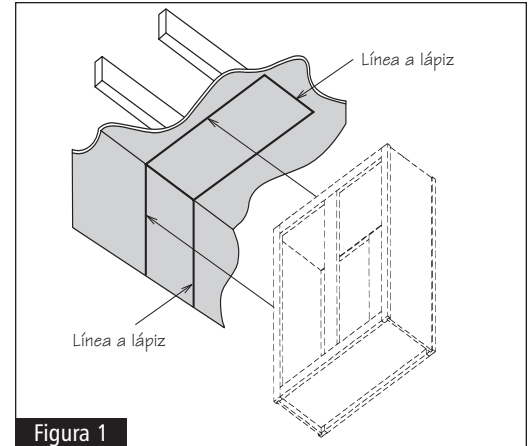

Figura 1
**1** Comience midiendo la longitud y el ancho de su gabinete o gabinetes de pared en península. Mida el ancho a partir del marco frontal. Use dichas mediciones para crear un perfil (a lápiz) en el techo en que va a instalar el gabinete. En caso de que la parte lateral del gabinete también vaya a ir fija a la pared, dibuje marcas verticales que perfilen la ubicación. Asegúrese de que sus líneas estén encuadradas y/o a plomo en relación con la pared/gabinete al cual va conectar su gabinete de pared en península. Vea la figura 1.